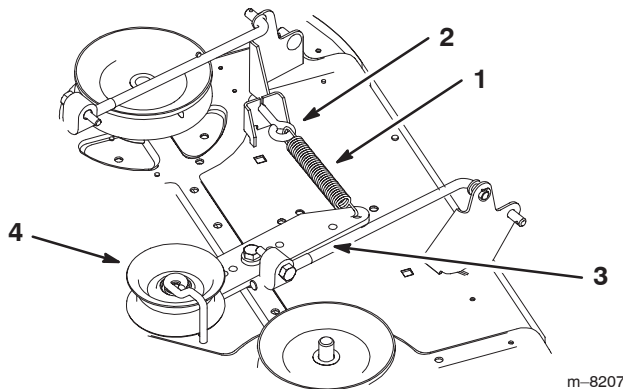

Bild 38
7. Haken Sie die Feder vom Spannscheibenarm in die Halterung am Mähwerk aus (Fig. 38).